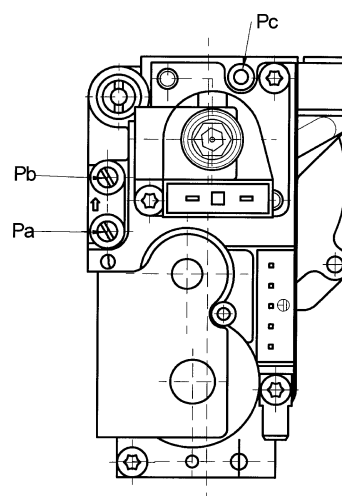

Figura 11
- collegare la presa di pressione positiva di un manometro differenziale, possibilmente ad acqua, alla presa di pressione (**Pb**) della valvola del gas (Figura 11). Collegare, solo per i modelli a camera stagna, la presa negativa dello stesso manometro ad un apposito "T" che permetta di collegare insieme la presa di compensazione della caldaia, la presa di compensazione della valvola del gas (**Pc**) ed il manometro stesso. (Una pari misura può essere effettuata collegando il manometro alla presa di pressione (**Pb**) e senza il pannello frontale della camera stagna); Una misura della pressione ai bruciatori effettuata con metodi diversi da quelli descritti potrebbe risultare falsata in quanto non terrebbe conto della depressione creata dal ventilatore nella camera stagna.
- verificare che la pressione dinamica di alimentazione della caldaia, misurata alla presa di pressione (**Pa**) della valvola del gas (Figura 11) sia quella corretta (**37 mbar** per il gas **propano** o **20 mbar** per il gas **metano**).